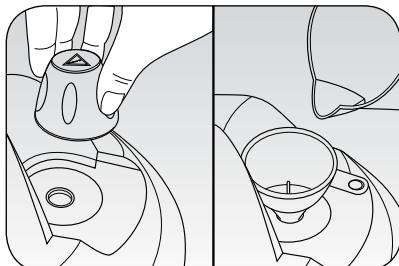

Fig. 1
Den Sicherheitsdeckel (L) abschrauben und mithilfe des beigelegten Trichters (2) etwa zwei Messbecher (1) Wasser in den Boiler (I) füllen (Abb. 1).